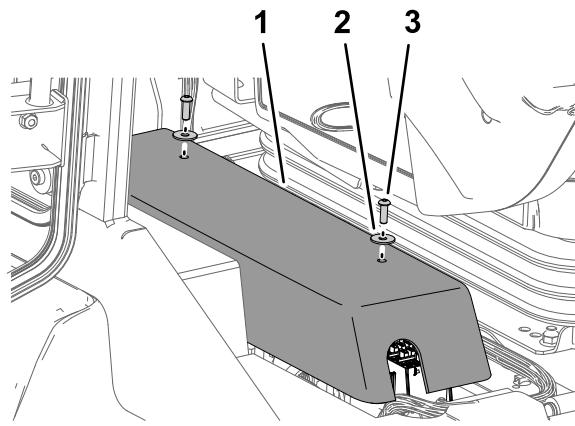

Figure 41
1. Retirez les 2 boulons à tête creuse (1/4 x 3/4 po) et les 2 rondelles (1/4 po) qui fixent le couvercle du contrôleur de la centrale d'alimentation au support de relais, et déposez le couvercle (Figure 41).
4. Alignez les trous du couvercle de contrôleur et les trous du support de relais (Figure 41).
5. Fixez le couvercle du contrôleur au support de relais à l'aide des 2 boulons à tête creuse (1/4 x 3/4 po) et des 2 rondelles (1/4 po) que vous avez retirés à l'opération 1 (Figure 41).